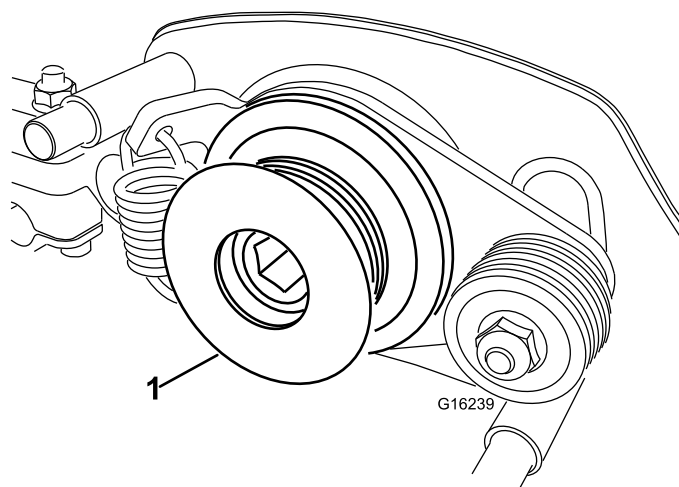

Рисунок 35
7. Снимите ведущий шкив механической щетки с вала барабана (Рисунок 35).